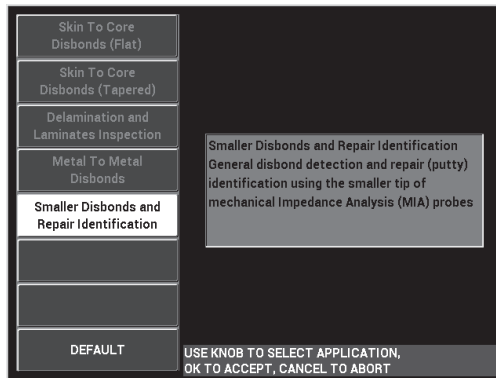

Figura 6-23 Applicazione Identificazione delle riparazioni e delle perdite di adesione di ridotte dimensioni
3. Selezionare l'applicazione **Identificazione delle riparazioni e delle perdite di adesione di ridotte dimensioni** ed in seguito premere  per confermare (vedere Figura 6-23 a pagina 153).